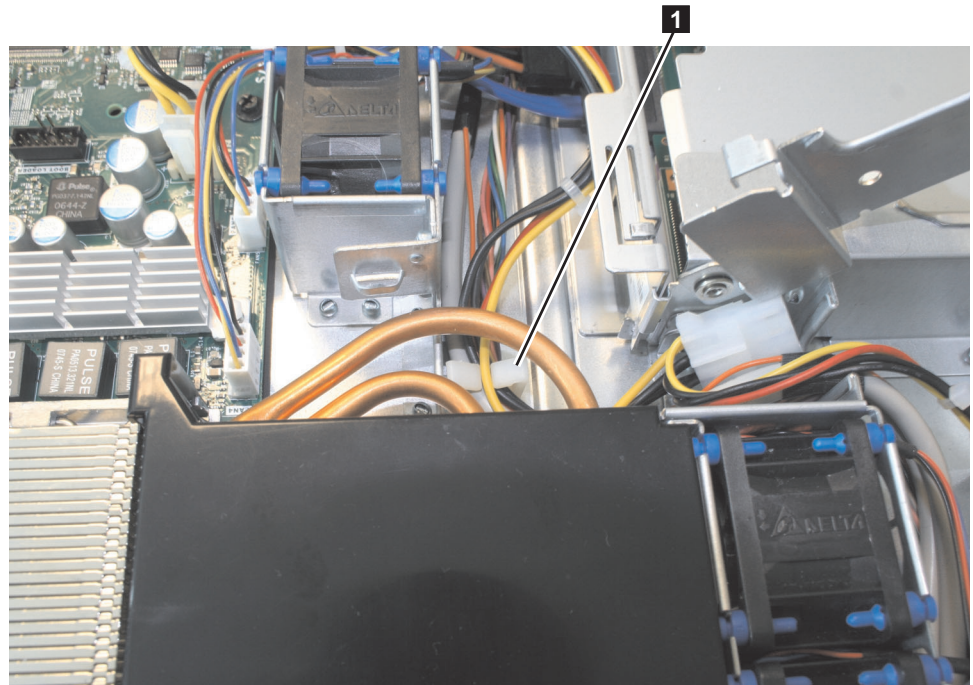

図 161. SAN ボリューム・コントローラー 2145-8A4 電源機構ケーブル用の保持クリップ
6. P5 コネクターの付いた電源機構ケーブルを CD/DVD インターフェース・カードに配線し、図 161 に示すように、シャーシ上の保持クリップ**1**の下に固定します。